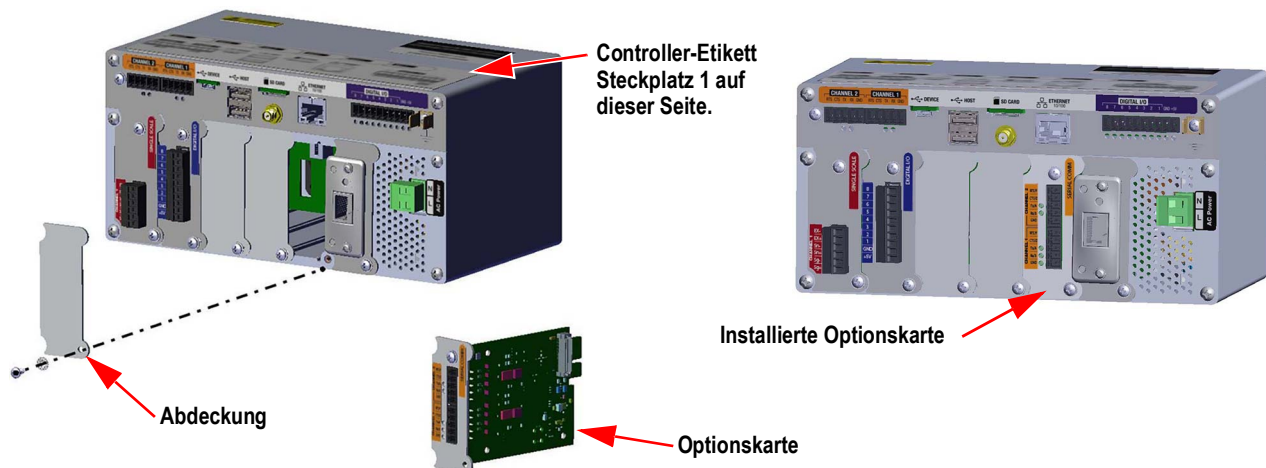

Abbildung 2-24. Installation der Optionskarte
**ANMERKUNG:** Abbildung 2-24 veranschaulicht die Position des Etiketts.